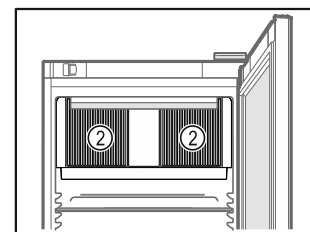

Fig. 39
- Odstąpić szczeliny wentylacyjne Fig. 39 (2) dmuchawy wewnątrz urządzenia.